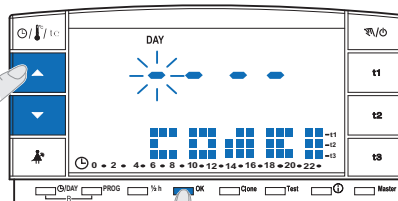
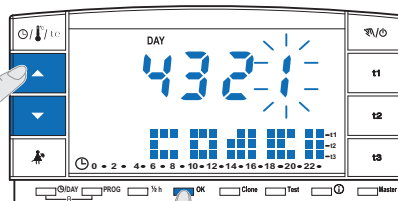

fig. 77
fig. 78
- En el pantalla aparecerá el mensaje **COdE II** y el primer guión a la izquierda parpadeará (fig.77); registrar la **nueva contraseña** con las teclas ▲▼ luego confirmar cada valor con la tecla **OK** (ejemplo fig. 78).
- Cuando en el pantalla aparezca el mensaje **COdE II** registrar los 4 guiones (- - - -) y confirmar cada "guión" con la tecla **OK** (fig. 77).